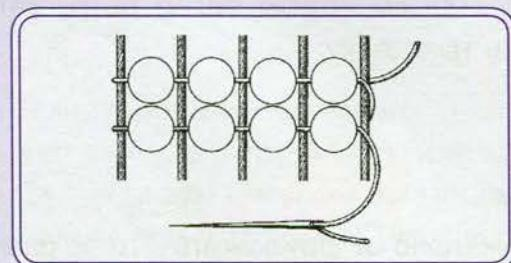

Рис. 19
- на иголку набрать соответствующее количество бисеринок (согласно схеме узора) и продеть иголку слева направо (справа налево) под основой, следя за тем, чтобы каждая бисеринка расположилась между нитями основы (рис. 19);